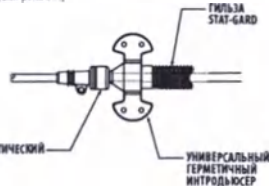

Рис. 17
- Не накладывайте швы или лигатуру вокруг наружного диаметра интродюсера во избежание его перегиба или повреждения. Продвиньте универсальный герметичный интродюсер в канало стилет-катетера. (См. рис. 17.)